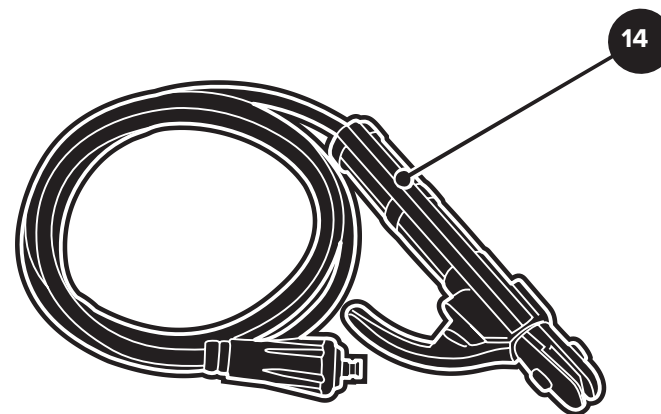

Рисунок 3 — Сварочный кабель с электрододержателем
- Если свариваемые металлические детали (или сварочный стол) с помощью сварочного кабеля с зажимом 13 (см. рис. 2) подсоединяются к положительному полюсу — к силовой клемме 1, а сварочный кабель с электрододержателем 14 (см. рис. 3) к отрицательному полюсу — к клемме 12, то такое присоединение полюсов носит название «прямая полярность». Прямая полярность используется при сварке деталей требующих больше тепла на нагрев кромок.